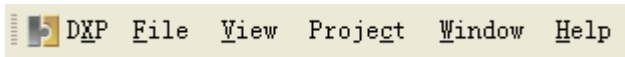

图 1-4 主菜单栏
Altium Designer 的菜单栏是用户启动设计工作的入口，具有命令操作、参数设置等功能。用户进入 Altium Designer，首先看到主菜单栏中有 6 个下拉菜单，如图 1-4 所示。
- (1) 单击图 1-4 主菜单栏中的 **DXP** 按钮，弹出系统菜单。